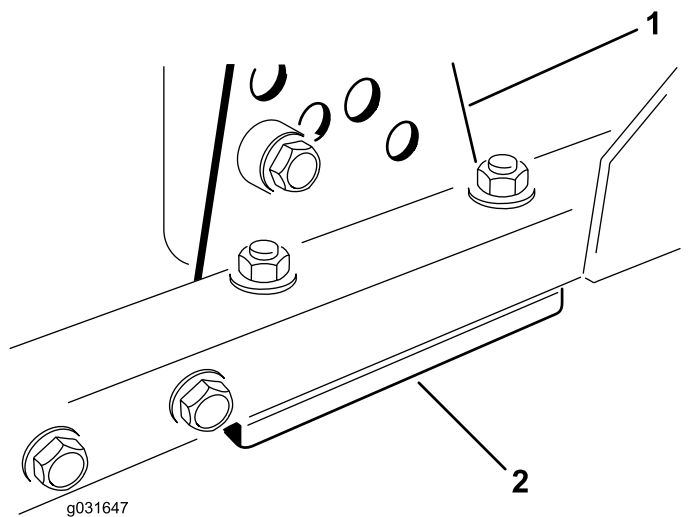

Bild 70
1. Entfernen Sie die Schnitthöhen-Einstellhalterung (vorne, links oder rechts) vom Mähwerkrahmen (Bild 70).
2. Führen Sie 1,5-mm- und/oder 0,7-mm-Beilagscheiben zwischen dem Mähwerkrahmen und der Halterung ein, um die gewünschte Schnitthöhe zu erhalten (Bild 70).
3. Bringen Sie die Schnitthöhen-Einstellhalterung am Mähwerkrahmen mit den restlichen Beilagscheiben unter dem Bügel an (Bild 70).